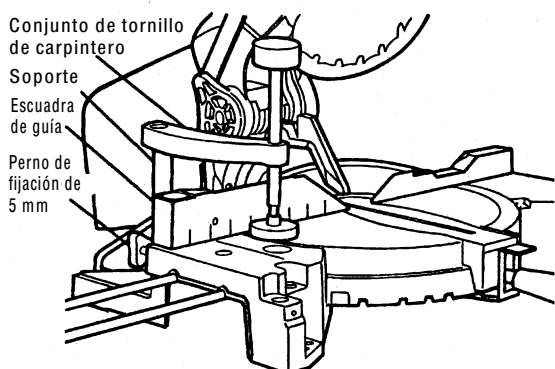

Fig. 19
(2) El conjunto del tornillo de carpintero puede montarse en la escuadra de guía del lado izquierdo o bien en la escuadra de guía del lado derecho, y puede elevarse o bajarse de acuerdo con la altura de la pieza de trabajo.
- ① Inserte el soporte del conjunto del tornillo de carpintero en el orificio provisto en la escuadra de guía del lado izquierdo o bien en la escuadra de guía del lado derecho.
- ② Luego apriete el perno de fijación de 5 mm, tal como se indica en la Fig. 19.